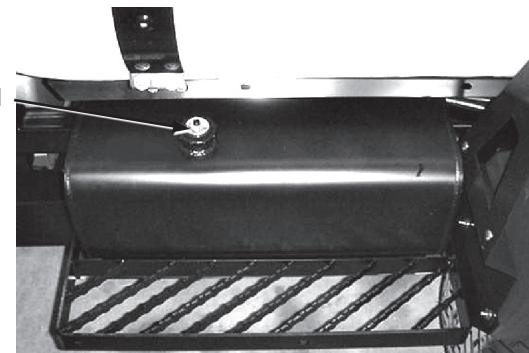

図4
3. 燃料タンクのキャップ (図4) の周囲をきれいに拭く。